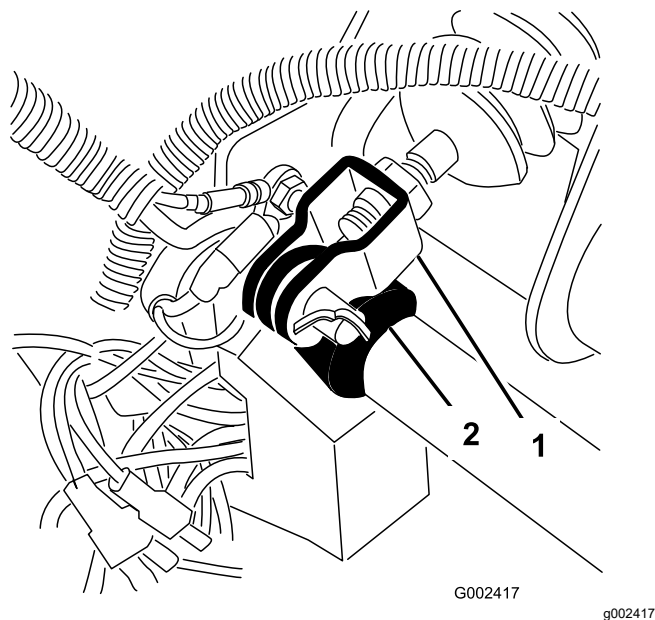

Figure 65
- Retirez la goupille fendue et l'axe de chape qui fixent la chape du maître-cylindre au pivot de la pédale de frein (Figure 65).